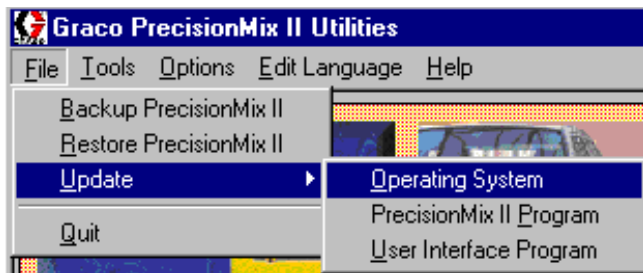

Fig. 13.19
1. Sélectionner File (fichier) ► Update (Mise à jour) ► Operation system (système d'exploitation). Voir Fig. 13.19.